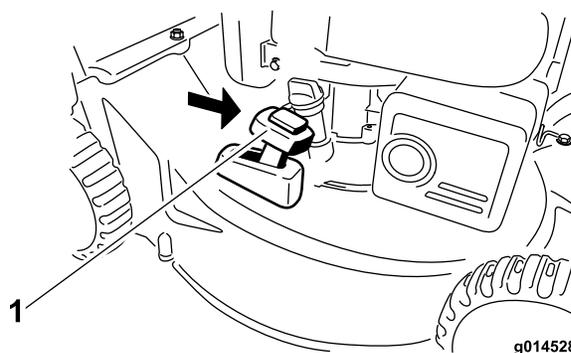

Figura 17
2. Para ensacar los recortes de hierba, instale la bolsa de recortes (consulte Instalación de la bolsa de recortes). Pulse el botón situado en la palanca de Reciclado/ensacado y mueva la palanca al modo de ensacado (Figura 17).